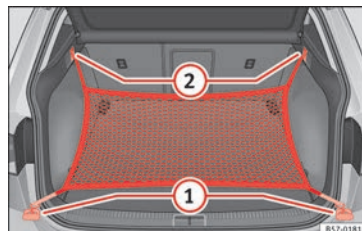

Fig. 168 Nel bagagliaio: occhielli ① e ganci ② per il fissaggio della borsa rete.
- Fissare i ganci corti della rete agli occhielli di ancoraggio » » » **fig. 168 ①** » » » **⚠**. La cerniera della tasca dev'essere rivolta verso l'alto.
- Fissare le cinghie nei ganci per appendere borse **②**.